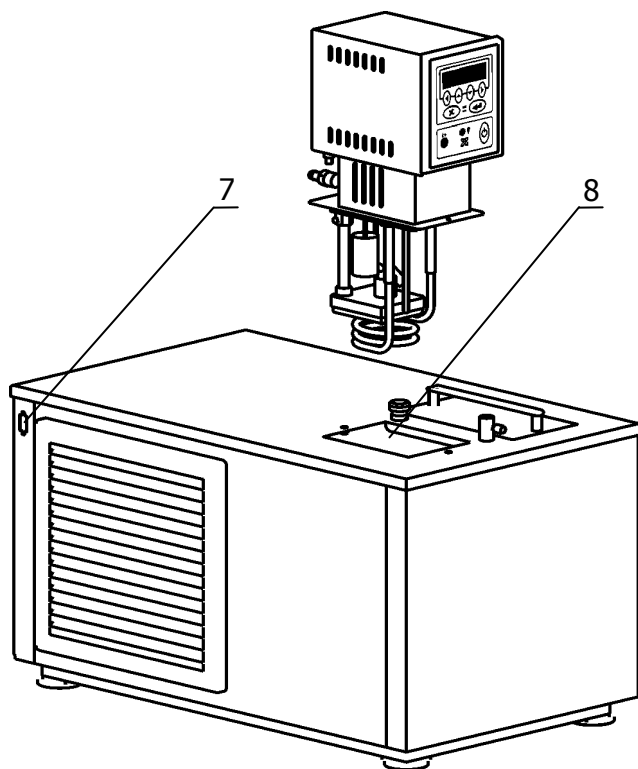
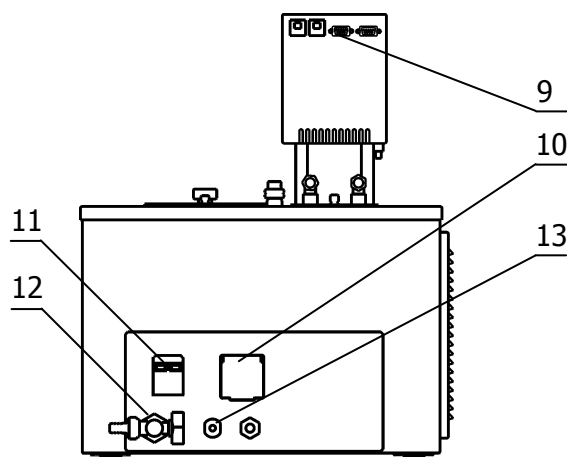

Рисунок 3 — Установка блока регулирования температуры
Рисунок 4 — Задняя панель термостата
2.2.3 Установить блок регулирования в отверстие в крышке термостата 8 и зафиксировать винтом из комплекта поставки (рисунок 3).
2.2.4 Соединить разъем блока регулирования температуры 1 (рисунок 4) с разъемом управления холодильной машиной 7 (рисунок 3) кабелем из комплекта поставки термостата.
2.2.5 К переливному патрубку 13 (рисунок 4) присоединить сливной шланг и опустить его в ёмкость объемом не менее 1.5 л для сбора излишков теплоносителя.
2.2.6 Заполнить ванну термостата теплоносителем (учитывая диапазон температур регулирования, 1.2.6) через одно из отверстий в крышке корпуса термостата. Заполнять ванны следует до момента начала слива теплоносителя из патрубка 13 (рисунок 4).
2.2.7 Вставить вилку сетевого кабеля блока регулирования температуры в розетку 10, расположенную на задней панели корпуса термостата (рисунок 4). Подключить термостат к однофазной питающей сети напряжением 220 В. Для этого в лабораторном помещении должна быть установлена электрическая розетка из комплекта поставки термостата.
2.2.8 Кран 12 (рисунок 4) служит для слива теплоносителя.